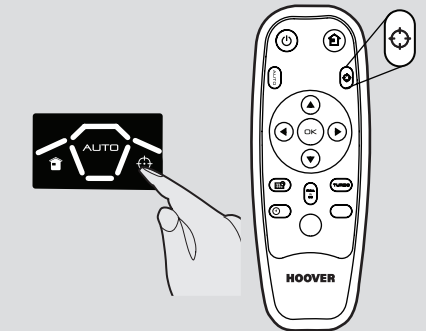

Fig. 9
**Vous pouvez activer le mode de nettoyage SPOT en : [Fig. 9]**